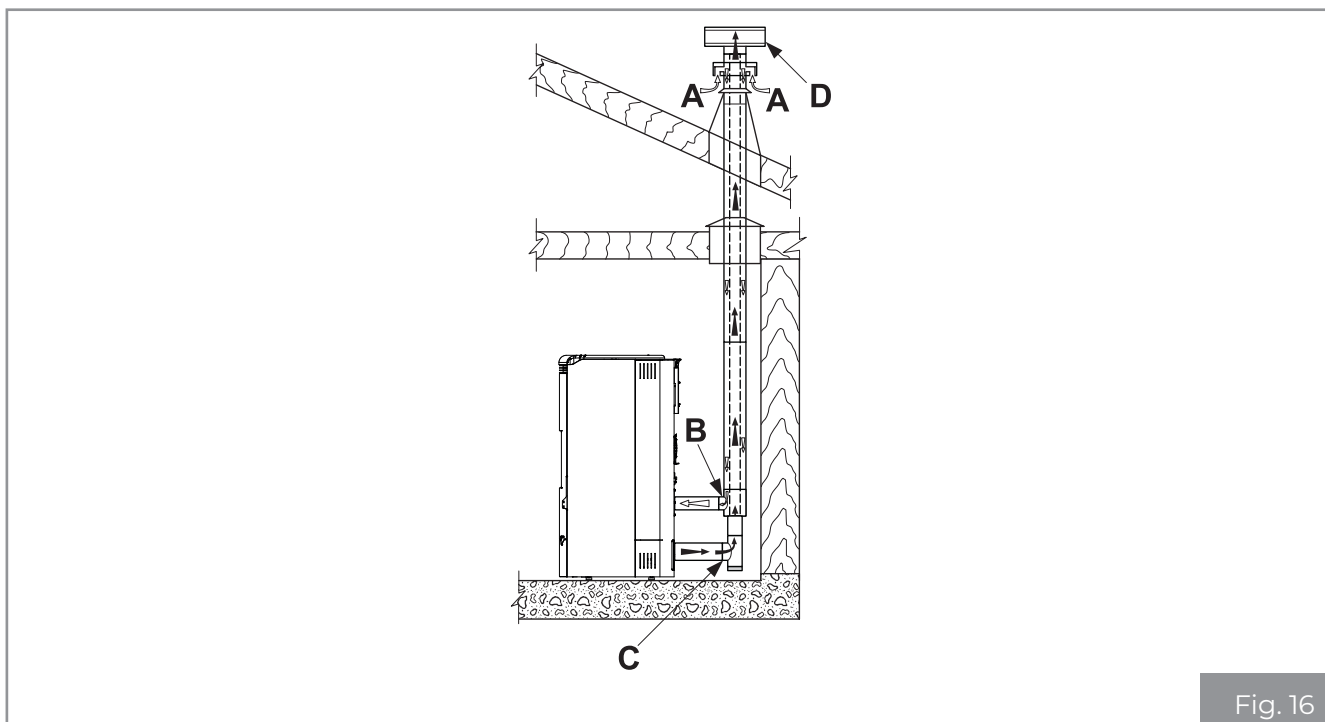
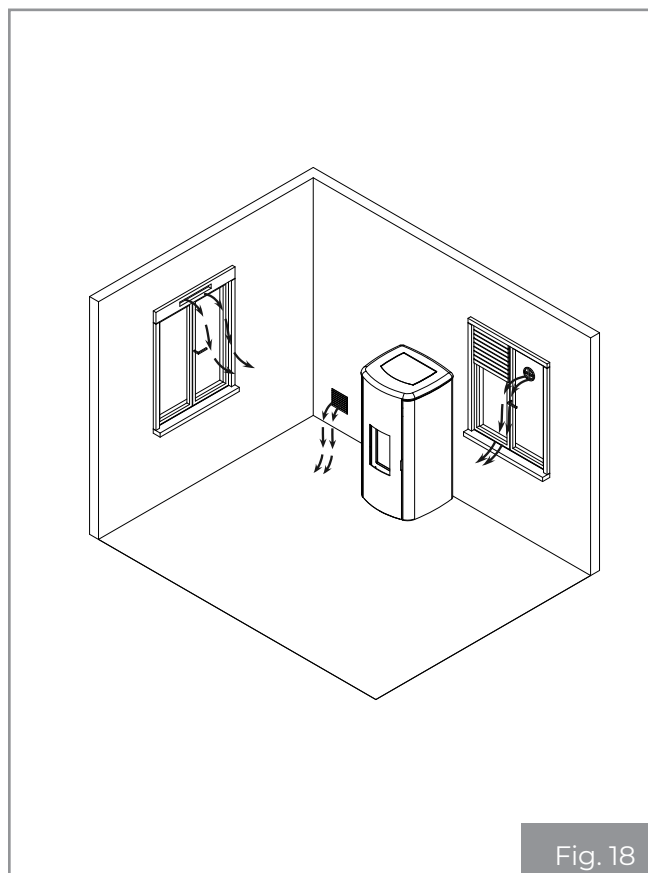

Fig. 16
Fig. 18
- provenire direttamente dall'esterno con collegamento diretto alla camera di combustione (**Fig. 16**);
- canalizzare l'aria comburente sfruttando un tubo di scarico coassiale per l'espulsione dei fumi e il prelevamento dell'aria (**Fig. 16 - A, B = Ingresso aria, C, D = Uscita fumi**); pertanto non è necessario fare una classica presa d'aria nel locale.
- collegare l'ingresso dell'aria comburente dell'apparecchio alla presa d'aria con un apposito condotto (**Fig. 16**).
Realizzare la presa d'aria sulla parete (**Fig. 16 e Fig. 18 - PA = Presa d'Aria**), e lasciare che l'apparecchio sia libero di prelevare aria in ambiente avendo cura di collegare sul tubo di ingresso dell'aria il tratto di tubo corrugato, qualora venga fornito, fissandolo con la fascetta e piegandolo leggermente verso il basso al fine di prevenire eventuali effetti di risonanza.